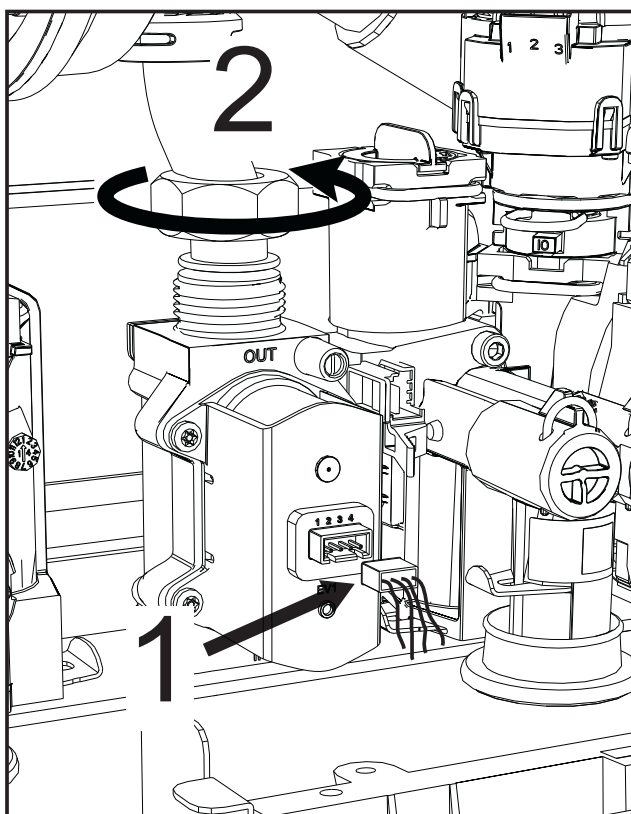

fig. 45
- Débrancher les connecteurs électriques « 1 » (fig. 45).
- Débrancher le tuyau d'arrivée de gaz « 2 » (fig. 45)